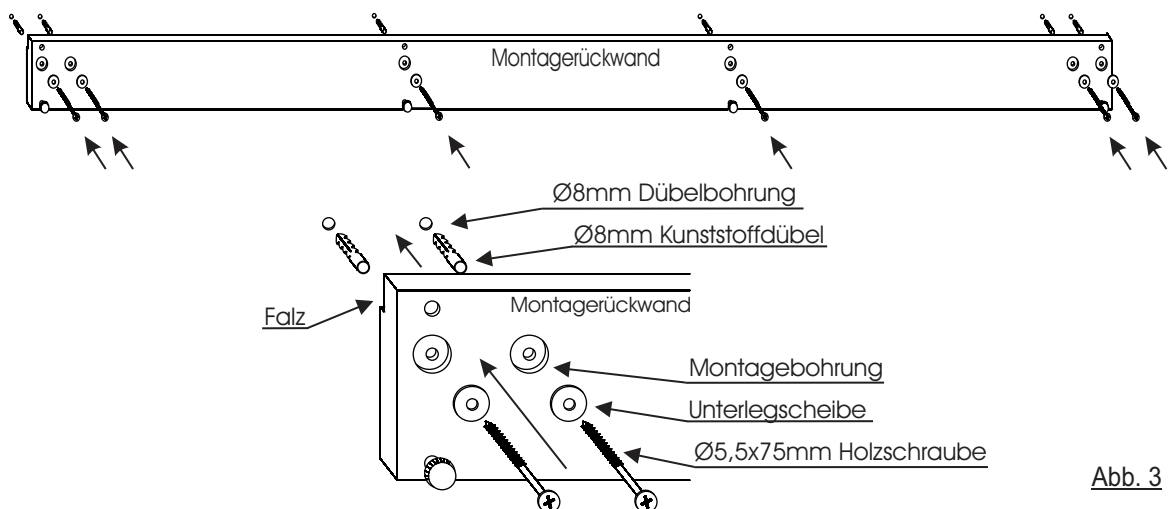

Abb. 3
5. Bohren Sie die Dübellöcher mit einem Ø8mm Bohrer und montieren Sie die Montagerückwand mit den Ø8mm Kunststoffdübeln, Unterlegscheiben und Ø5,5x75mm Holzschrauben waagerecht an die Zimmerwand. (Abb. 3)